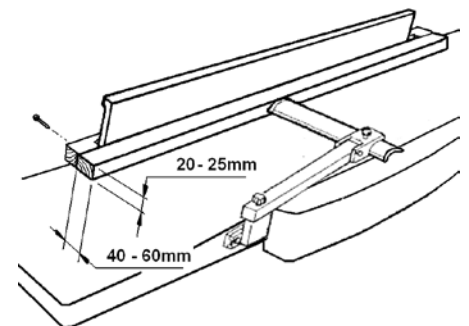

Рис. 17
**Строгание узких заготовок:** Установите дополнительно вспомогательный упор, чтобы безопасно направлять узкие заготовки (См. Рис. 17).